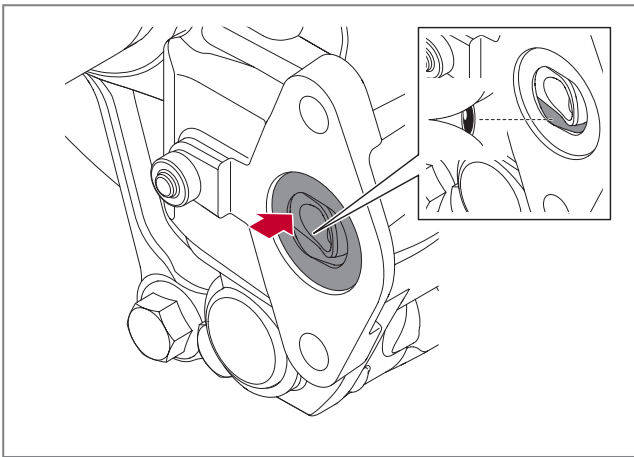

Abb. 26 - Bremszylinderöffnung
10. Überprüfen Sie per Öffnung des Befestigungsflanschs vom Bremszylinder, dass keine Feuchtigkeit/Korrosion vorhanden ist, siehe ► Abb. 26. Schauen Sie dazu in die Öffnung hinein und nicht nur auf die Oberfläche. Bei vorhandener Korrosion ist eine weitere Inspektion notwendig. Wenn Wasser eingedrungen ist und innen Korrosion/Beschädigungen am Mechanismus hervorgerufen hat, ersetzen Sie den Bremssattel, um Funktionsstörungen zu verhindern. Bei erforderlichen Maßnahmen, "Bremssattel ersetzen".